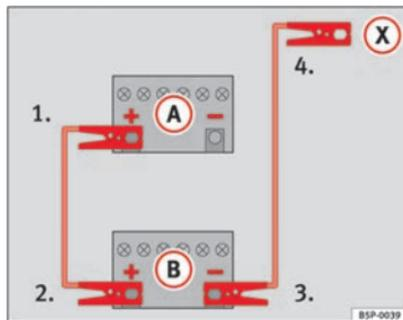

Abb. 172 Anschlussschema für Fahrzeuge ohne Start-Stopp-System.
2. Klemmen Sie ein Ende des *roten* Starthilfekabels an den Pluspol (+) des Fahrzeugs mit der entladenen Fahrzeugbatterie (A) an \Rightarrow Abb. 172.
3. Klemmen Sie das andere Ende des *roten* Starthilfekabels an den Pluspol (+) des stromgebenden Fahrzeugs (B) an.
4. **Bei Fahrzeugen ohne Start-Stopp-System:** Klemmen Sie ein Ende des *schwarzen* Starthilfekabels an den Minuspol (-) des stromgebenden Fahrzeugs (B) \Rightarrow Abb. 172.